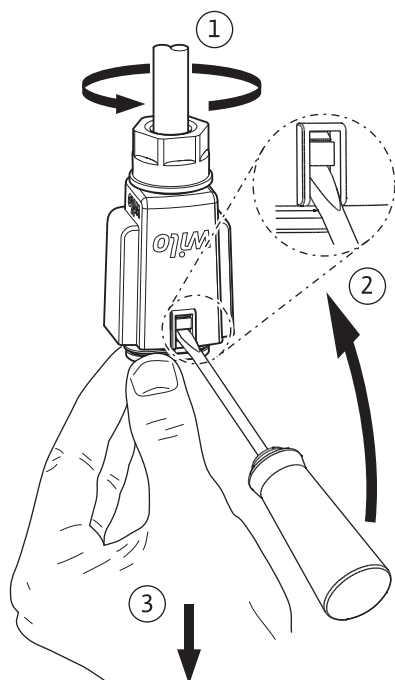

Fig. 6: Demontáž konektora Wilo-Connector
- Snímate Wilo-Connector z čerpadla a pomocou vhodného skrutkovača ho demonstujete (Fig. 6).